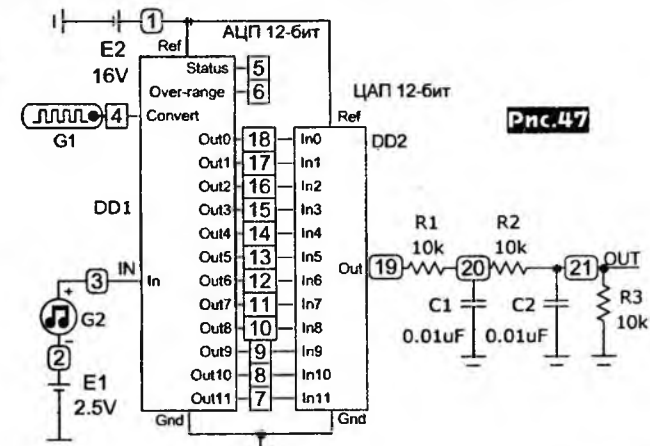

Рис. 47
2. Нарисовать схему как показано на рис. 47. Параметры элементов приведены в табл. 7. Кодек состоит из идеального 12-битного АЦП DD1 и идеального 12-битного ЦАП DD2. Считается, что этот блок содержится в МК и внешнем (внутреннем) ЦАП, нелинейные искажения для простоты не учитываются. Форма входного сигнала IN плавная, выходного сигнала OUT DD2 - ступенчатая, 4096 уровней. Частота дискретизации определяется генератором меандра G1. Генератор входного сигнала G2 можно рассматривать как эквивалент карты памяти MicroSD. Wav-файл, прописанный в свойствах генератора G2, может быть любым, реально находящимся в компьютере в папке C:\Program Files\Program Files\Spectrum